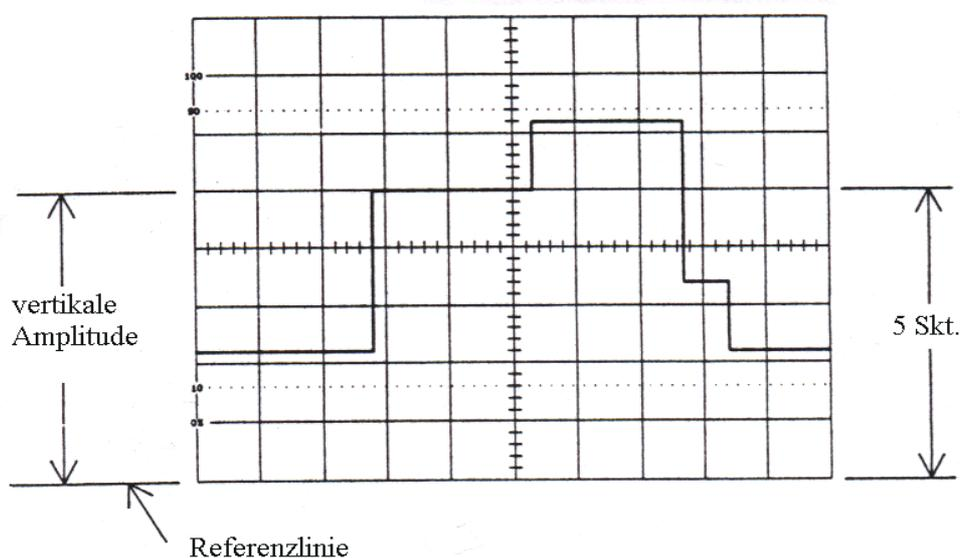

Abb. 3-2: Messung der Augenblicksspannung
2. Zeitbasisregler (22) oder (23) TIME/DIV auf einen Bereich einstellen, der die Darstellung einer einzelnen Periode des Signals am Bildschirm ermöglicht. Mit dem Amplitudenregler das dargestellte Signal auf eine Amplitude von 4 bis 6 Sektionen am Bildschirm abgleichen (Abb. 3-2).
3. Kopplungsschalter (11) oder (12) in Stellung GND schieben.
4. Mit dem jeweiligen vertikalen Lageregler (17) oder (18) POSITION Nulldurchgangspunkt des Signals auf die horizontale Mittenlinie des Rasters legen. Bei einem ausschließlich positiven Signal Nullpunkt auf die unterste, bei einem ausschließlich negativen Signal Nullpunkt auf die oberste horizontale Rasterlinie legen.
6. Mit dem horizontalen Lageregler (26) POSITION zu messenden Punkt auf die vertikale Mittenlinie des Rasters legen. Jede Skalenmarkierung auf der vertikalen Mittenlinie entspricht einem Skalenfaktor von 0,2 Sektionen. Anzahl der Sektionen vom Massebezugspunkt bis zum Meßpunkt auf der vertikalen Mittenlinie des Rasters zählen. Zum Erhalt eines Spannungswertes die ermittelte Anzahl von Sektionen mit der Empfindlichkeitseinstellung des Amplitudenreglers multiplizieren. Befindet sich der Amplitudenregler z. B. in Stellung 0,5 V/Skt., so würde der Spannungswert für das in Abb. 3-2 gezeigte Beispiel 2,5 V betragen ($5 \text{ Skt} \times 0,5 \text{ V} = 2,5 \text{ V}$).